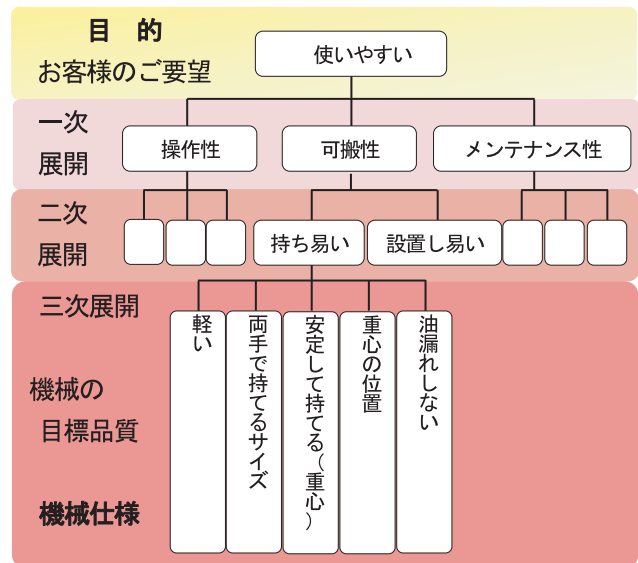

図8 品質機能展開の例
機械仕様は、「装置がどうあるべきか」を工学的に表現するものであり、例えばお客様が装置に対してどのような操作をするかを想定してみると、『装置を操作する』『装置を収納場所から設置場所へ移動する』『不具合が生じたらメンテナンスをする、などが支配的な要素として挙げられる（①操作性、②可搬性、③メンテナンス性）。図8のように数次展開することにより、具体的に数値化する項目が表れる。